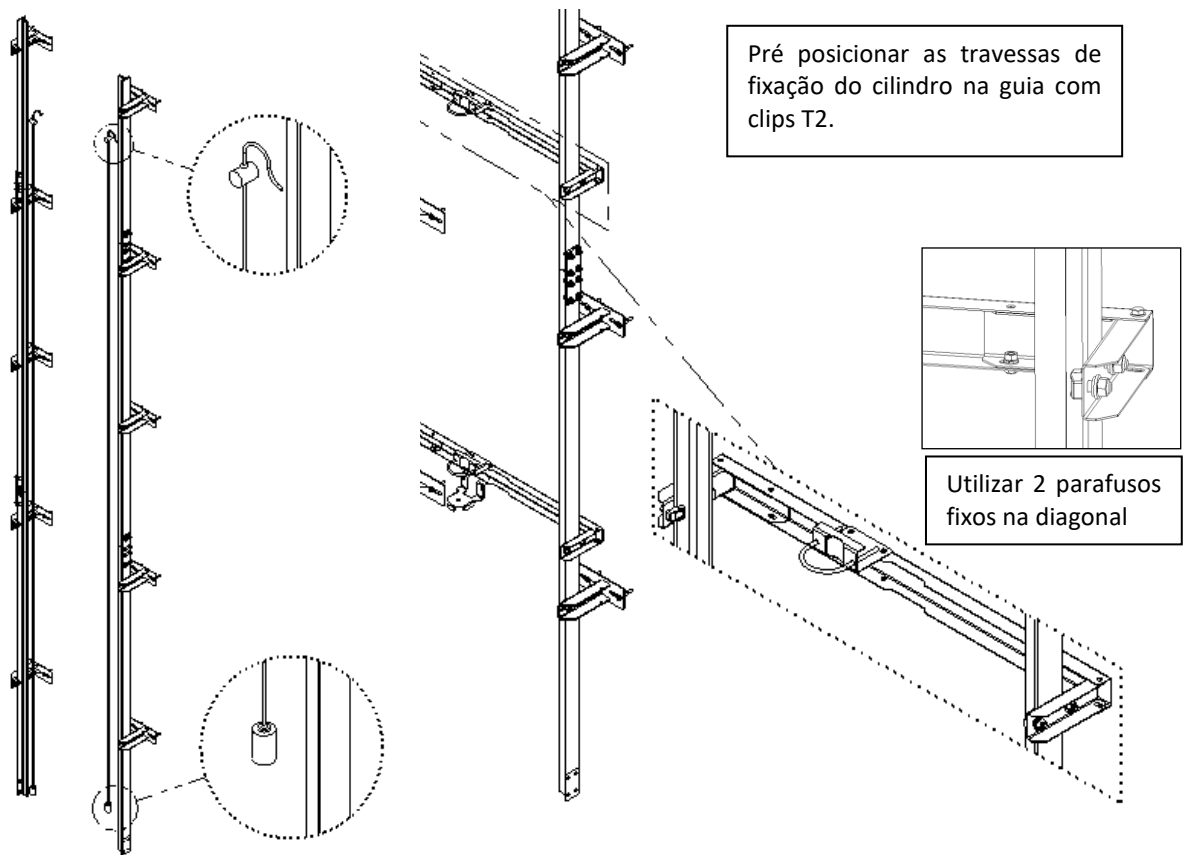

Figura 06: Suportes montados com as guias no prumo
- Fixar os demais suportes conforme figura 06 (a quantidade de suportes poderá variar de acordo com o desnível da obra). Conferir novamente o prumo das guias antes de apertar definitivamente a estrutura.